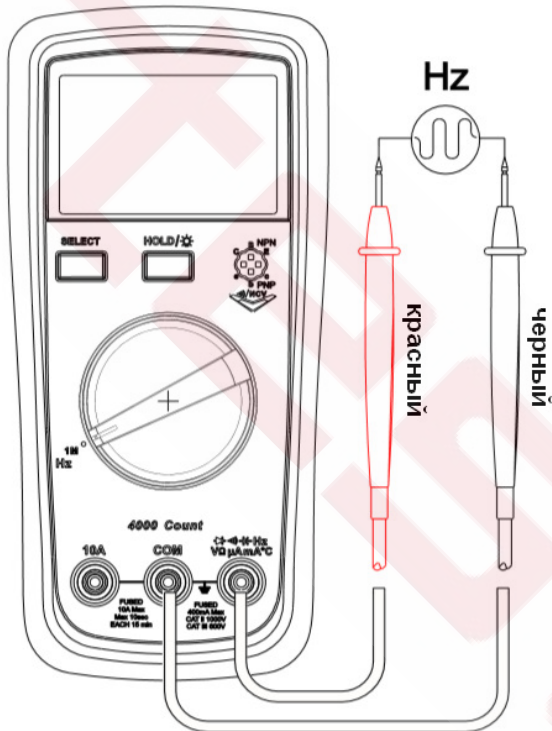

Рисунок 5
9.7. Измерение частоты (см. рисунок 5)